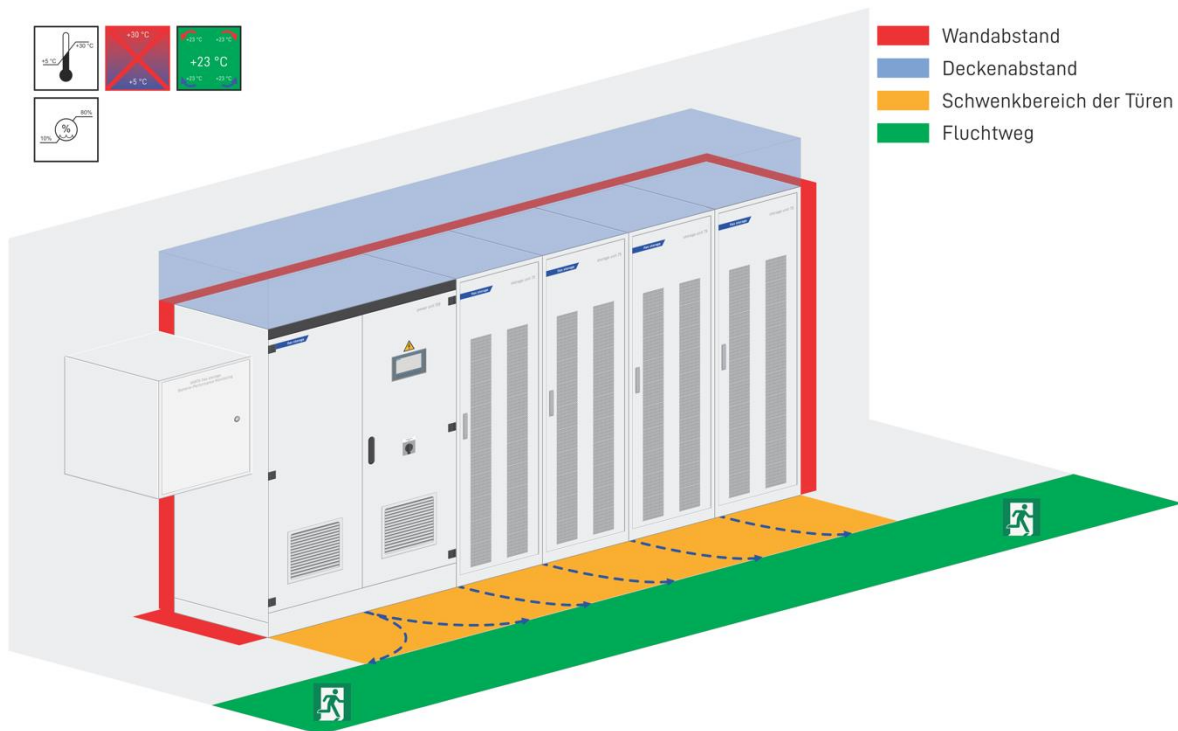

**Abb. 14: Innenansicht Power Unit ohne Inselnetzfunktion**
- Schließen Sie die 5-polige Leitung des Hausnetzanschlusses an die Klemme X00 an, siehe Nr. 1 in Abb. 13 und Abb. 14.